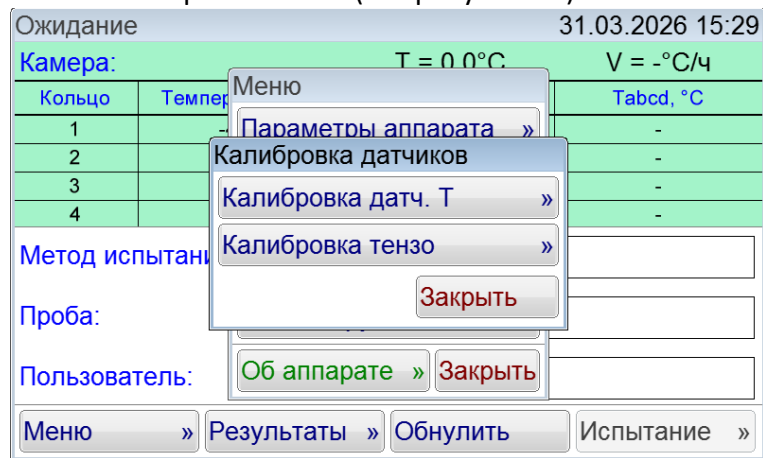

Рисунок 22 – Окно «Калибровка датчиков»
- 2) Ввести пароль «37201». Откроется окно (см. рисунок 22).